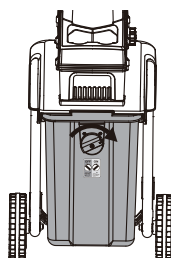

Abbildung 7
2. Verriegeln Sie dann den Auffangbehälter (5), indem Sie den Verriegelungsschalter (6) wie in Abbildung 7 gezeigt im Uhrzeigersinn drehen und in die Stellung „EIN“ bringen.